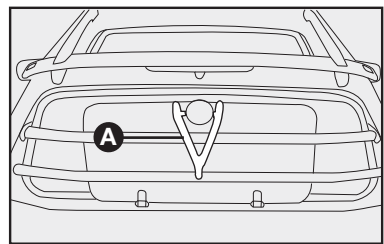

fig. 104
- introduzir o vidro do teto solar, com a manivela de basculamento voltada para o compartimento de carga, no espaço existente entre o vidro traseiro e a grade de proteção, fazendo-o deslizar por entre as guias existentes para esta finalidade **fig. 104**;
- fixar o vidro do teto solar à grade de proteção por meio da correia de borracha **A-fig. 104** (localizada na bolsa de ferramentas), conforme indicado.